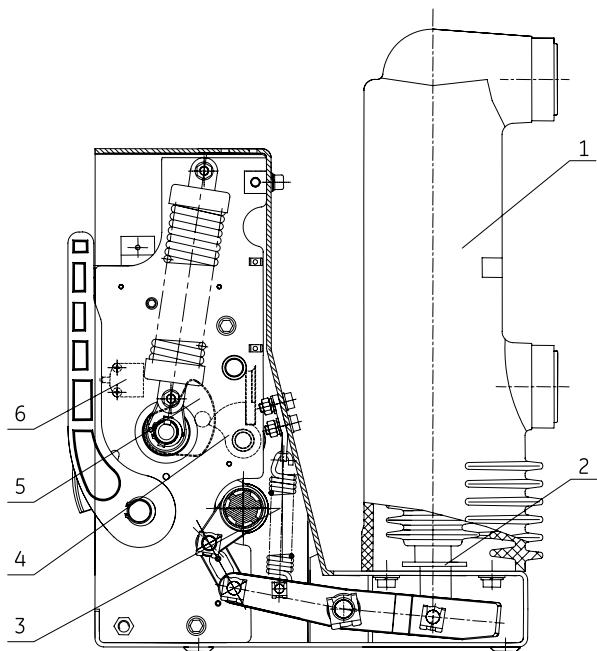

Рис. 3.
Когда пружины взведены, вы услышите громкий щелчок, индикатор состояния пружин (13) покажет, что пружины находятся во взвешенном состоянии, путевой выключатель отключит питание от двигателя взвода пружин. На рис. 3 показан выключатель со взвешенными пружинами.